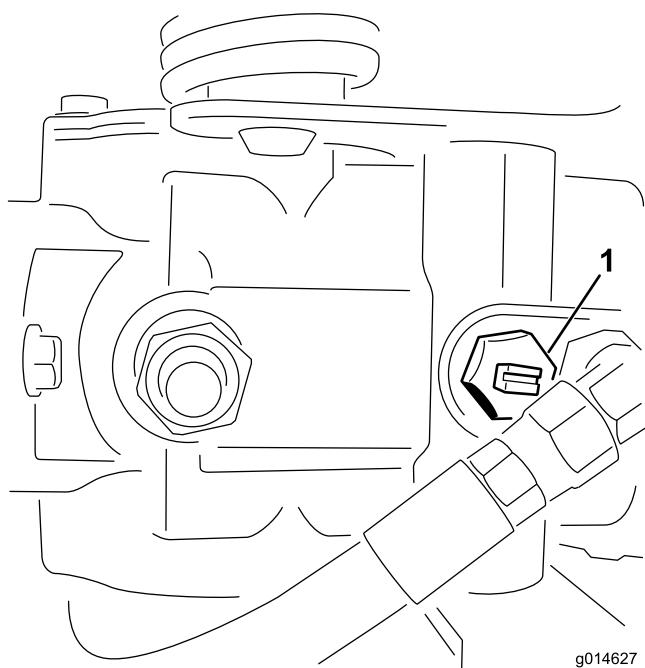

Рисунок 25
2. Перед запуском двигателя закройте перепускной клапан, повернув его так, чтобы паз находился в горизонтальном положении (Рисунок 25).
1. Найдите на насосе перепускной клапан и поверните его так, чтобы паз был вертикален (Рисунок 25).